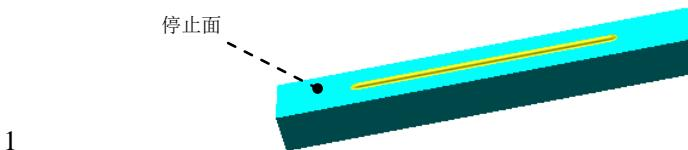

图 15.3.24 成形工具 4
Step8. 创建图 15.3.24 所示的零件特征——成形工具 4。
(1) 选择命令。选择下拉菜单 **插入(I)** → **钣金(O)** → **成形工具** 命令。
(2) 定义成形工具属性。激活“成形工具”对话框的**停止面**区域，选取图 15.3.24 所示的模型表面为停止面。
(3) 单击√按钮，完成成形工具 4 的创建。